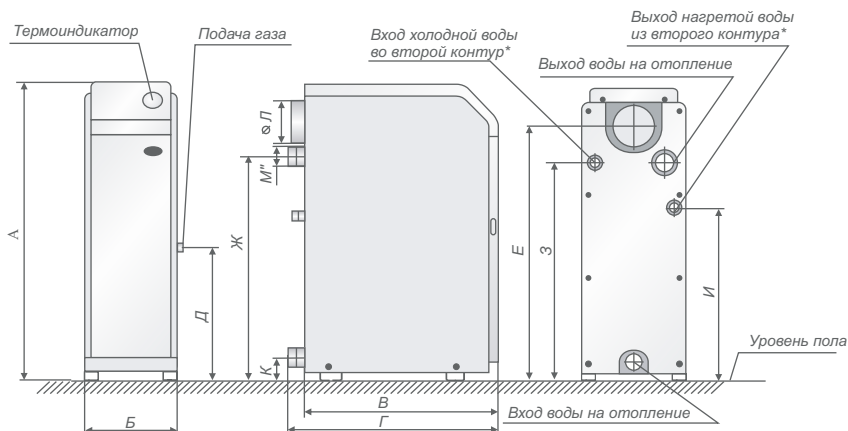
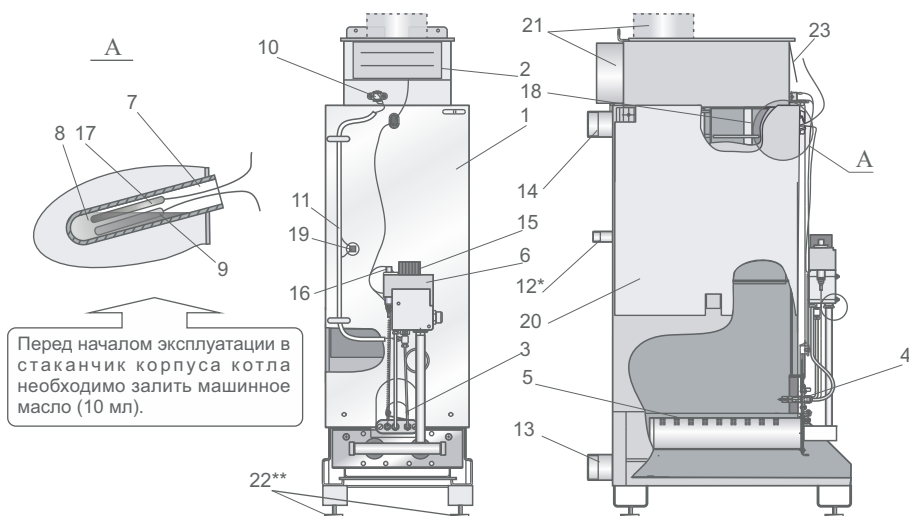

Рис. 1. Общий вид котла "Житомир-3"
Рис. 2. Схема конструкции котла "Житомир-3"
5.1. Котёл (рис.1) выполнен в виде напольного шкафа прямоугольной формы, лицевая сторона которого закрыта дверкой, обеспечивающей доступ для запуска котла и управления его работой.
Котёл состоит из следующих основных частей: корпуса котла (поз.1 рис.2), который состоит из топки и теплообменника. В теплообменнике котла установлены турбулизаторы поз. 18 для наиболее полного отбора тепла при сжигании природного газа и передачи его теплоносителю; газохода (поз. 2); горелок: основной (поз.5) и запальной (поз.4); автоматиче безопасности с газовым клапаном поз.6; патрубков подвода (поз.13) и отвода теплоносителя (поз.14). В котлах с встроенным водонагревателем предусмотрены присоединительные патрубки (поз.12). На лицевой части корпуса котла расположено смотровое окно (поз.3) для контроля за розжигом и работой котла. В стаканчик (поз.7) установлен баллон термоиндикатора поз.17 и термобаллон (поз.9) газового клапана, служащий для управления его работой. Термостат (датчик тяги) (поз.10) служит для обеспечения его безопасной работы. Для наиболее полного отбора тепла снаружи корпус котла покрыт теплоизоляцией и декоративным стальным кожухом, покрытым порошковой эмалью. В верхней части кожуха котла установлен термоиндикатор для контроля температуры воды в котле, (рис. 1).
6.8. При установке котла в систему отопления с открытым расширительным сосудом установка датчика перегрева (п.19, рис.2) не требуется, при условии, что отказ термостата управления не вызывает опасную ситуацию для пользователя или повреждение котла (ГОСТ Р 51733-2001).